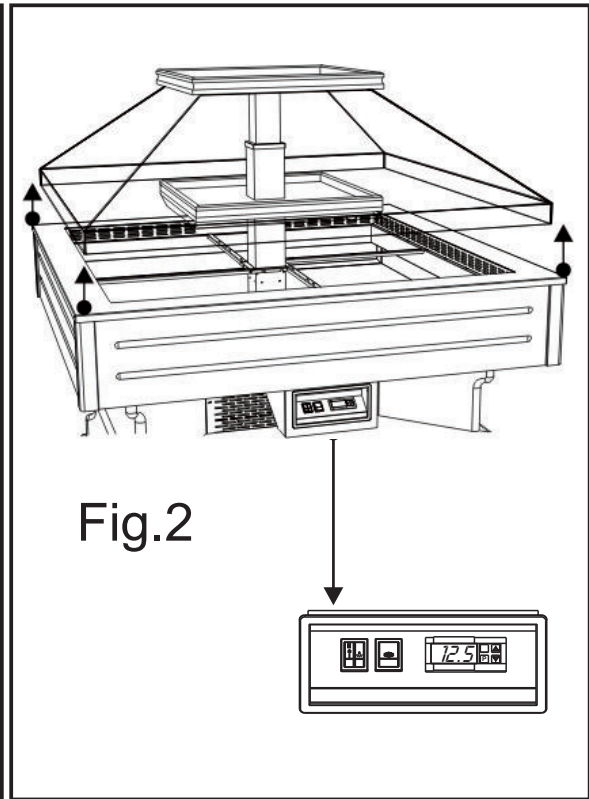

Fig.2
**1.** Collegare la spina alla rete elettrica come descritto al Capitolo 6. **2.** Premere l'interruttore del sollevatore elettrico (**A**) in posizione II fino all'apertura completa a finecorsa (vedi Fig. 2).